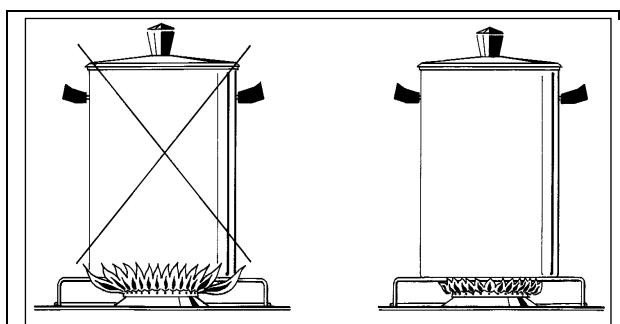

Fig.19
- Gebruik voor elke brander passende kookpannen (zie tabel n. 4 en fig. 19)